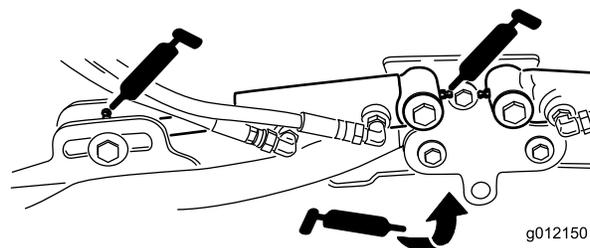

図 43
- 昇降アームのシリンダ各アームに2ヶ所 図 43
- 昇降アームのピボット各アームに1ヶ所 図 43